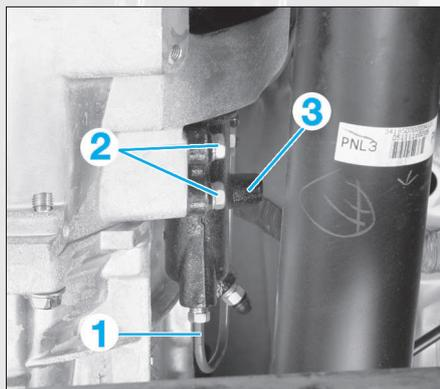

FIG. 9
- Séparer la canalisation (1) du récepteur d'embrayage (fig. 9).
- Déposer les vis (2) de fixation du cylindre récepteur et le dégager.
- Déposer le capuchon de protection (3) de la vis de purge (fig. 9).